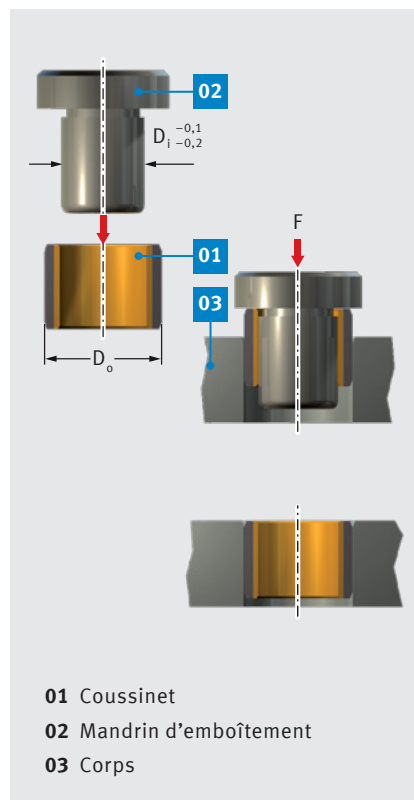

Fig. 51 : Emboîtement affleurant $D_o \leq 55$ mm
- emboîtement affleurant avec mandrin, sans bague auxiliaire, Fig. 51